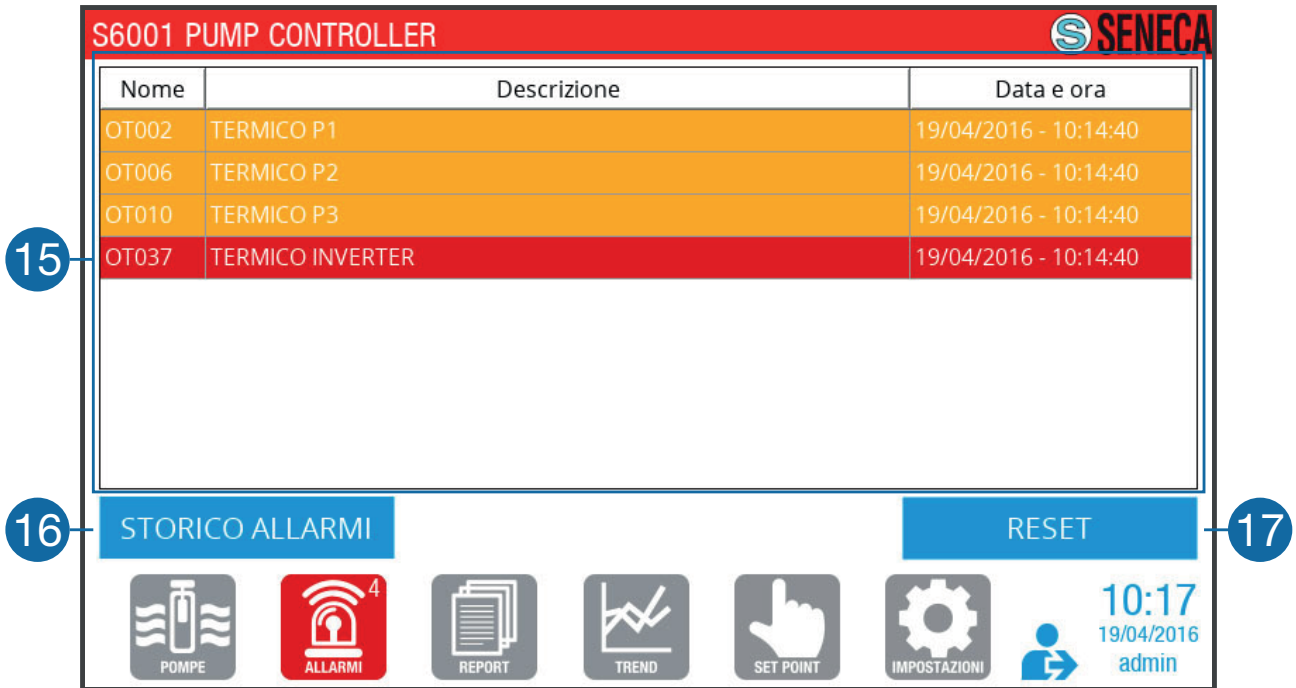

Fig. 52 Pagina "Allarmi"
6	<p>Area di visualizzazione pompe. Per ciascuna pompa è previsto un riquadro che riporta la dicitura "MAN" se impostata in modalità di funzionamento manuale, "AUTO" se impostata in modalità di funzionamento automatica. Il riquadro è di colore verde se la corrispondente pompa è pilotata dall'inverter, grigio in caso contrario. Le pompe possono essere di colore:</p> <ul style="list-style-type: none"> - rosso, se guaste; - verde, se attive; - grigio, se spente. <p>Se il selettore (5) è impostato in MAN è possibile comandare la singola pompa. Premere sulla pompa desiderata per accedere alla schermata "Singola pompa" (Fig. 52 a pag. 64).</p>